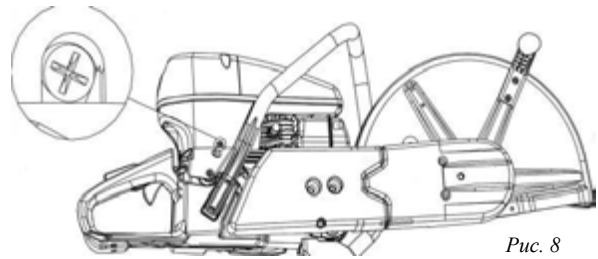

Рис. 8
- Отворачивайте болт регулировки оборотов холостого хода (*отмеченный на рис. 8*), в направлении по часовой стрелке, пока диск не начнет вращаться.